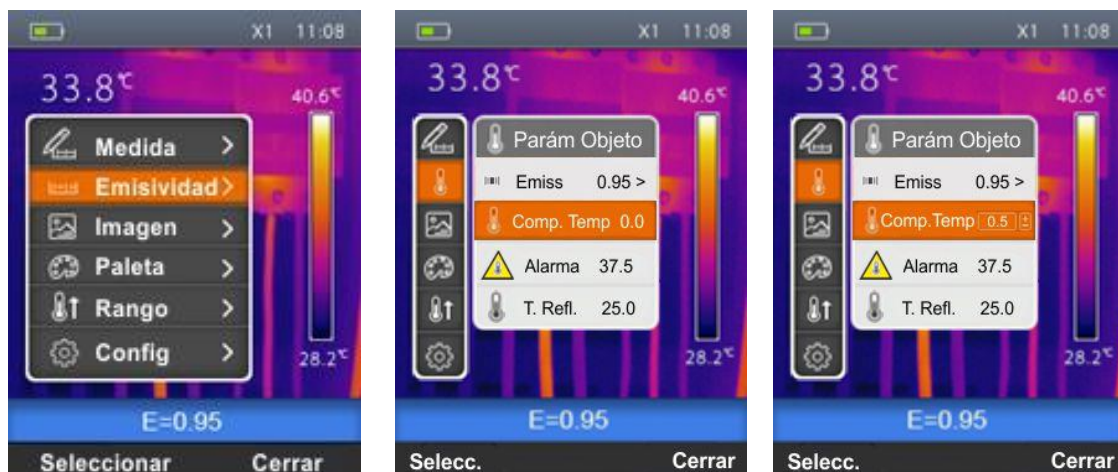

Fig. 19: Configuración temperatura de compensación
1. Seleccione el texto “Emiss” con las teclas $\oplus$ o $\ominus$ y pulse la tecla $\Rightarrow$. La pantalla de Fig. 19 – Parte central se muestra en el visualizador
2. Utilice las teclas $\oplus$ o $\ominus$ para seleccionar el texto "Comp.Temp" y pulse la tecla "Selecc.". La pantalla de Fig. 19 – derecha se muestra en el visualizador.